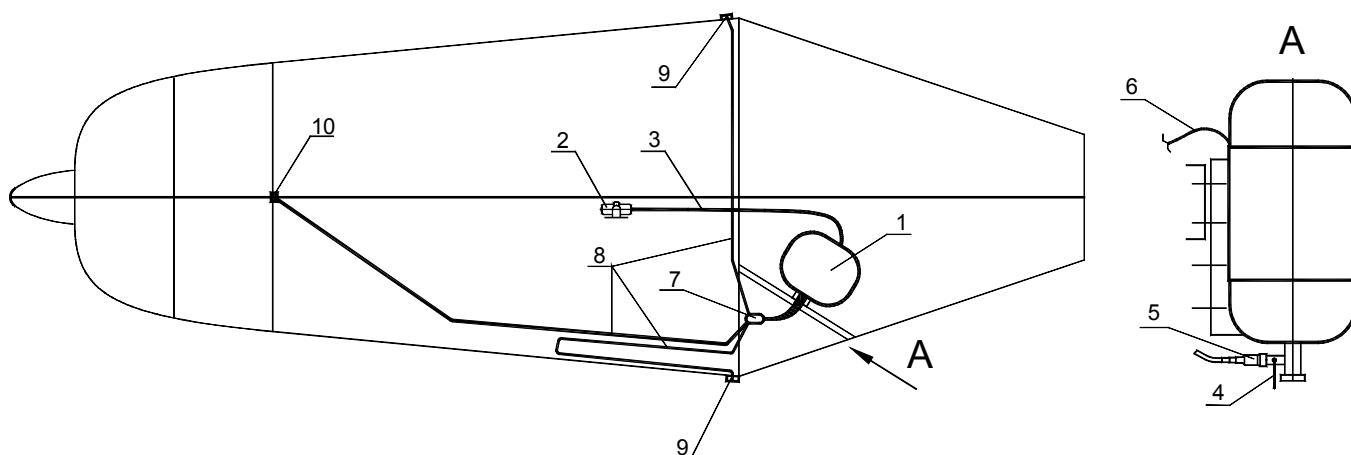

Рис. 18
На самолете может быть установлена быстродействующая парашютная система спасения летательного аппарата массой до 500 кг - БПС - КОБРА - 500 (рис. 18).
Система (1) установлена за кабиной пилотов и закреплена болтами к специальной балке. Фал парашюта (6) системы спасения соединен с тремя стальными тросами (8), два из которых своими концами крепятся к фюзеляжу в районе узлов навески крыла (9), третий закреплен к моторному шпангоуту в районе крепления верхнего узла передней стойки (10) (рис. 18).